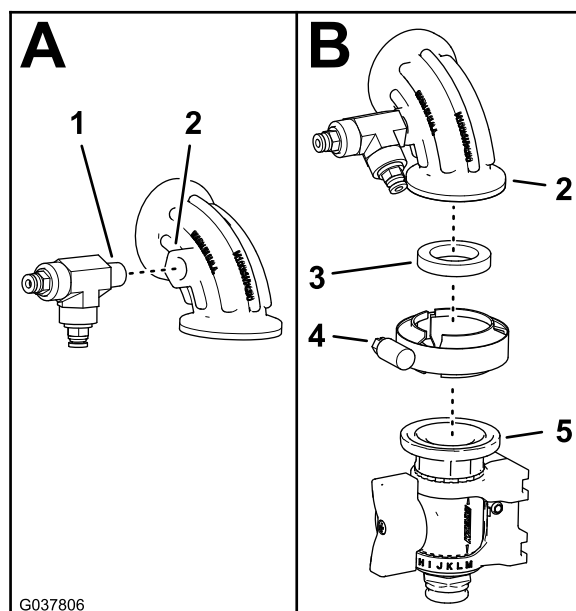

Bild 88
5. Befestigen Sie das T-Anschlussstück, das Sie in Schritt 4 in [Abschließen des Druckmessschlauchs und des Zulaufschlauchs, optionale Spritzpistole oder elektrische Schlauchtrommel \(Seite 9\)](#) entfernt haben, im 90°-Krümmer mit einem Druckanschluss (Bild 88).
6. Befestigen Sie den 90°-Krümmer mit einer Dichtung (25 mm x 35 mm) und einer Flanschschlemme (40 mm x 64 mm) am Flanschabstellventil (Bild 88).